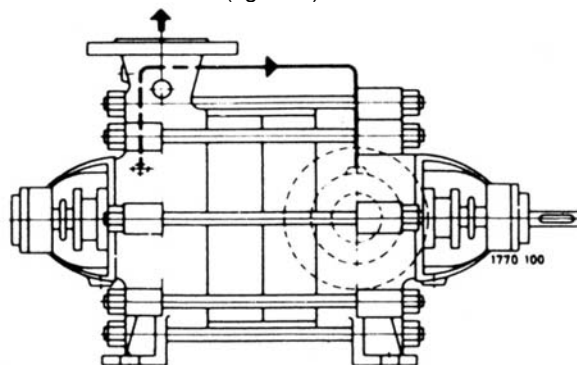

Figura 3 – Tubulação de alívio de pressão
Esta tubulação é ligada do corpo de pressão (107) para o corpo de sucção (106). Esta circulação tem como função principal a diminuição de pressão sobre os anéis de gaxetas do corpo de pressão (107). Em consequência também contribui para alívio da força axial nos rolamentos (figura 3).